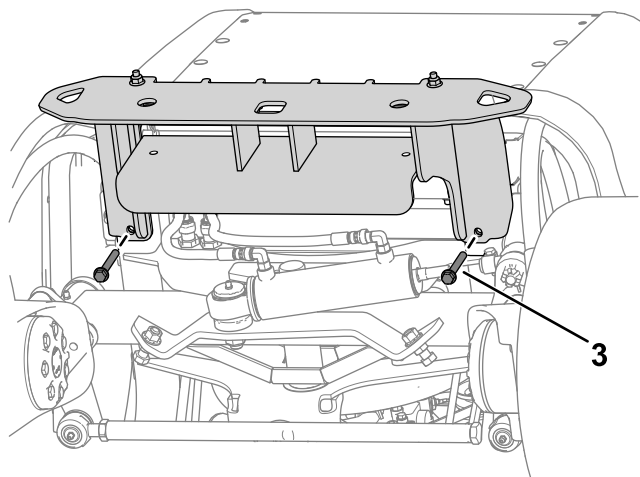

Figura 14
2. Utilice 4 pernos ( $\frac{3}{8}$ " x  $3\frac{1}{4}$ " ) y 4 tuercas ( $\frac{3}{8}$ " ) para sujetar la parte superior del parachoques al bastidor de la máquina (Figura 14).
3. Utilice 2 pernos (3/8" x 2 3/4") y 2 tuercas (3/8") para sujetar el parachoques debajo del bastidor de la máquina (Figura 14).